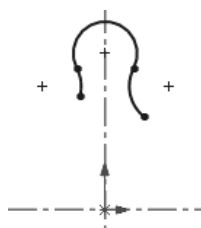

图 10.3 绘制圆弧
Step 2 绘制圆弧。选择下拉菜单 **工具(T)** → **草图绘制实体(K)** → **三点圆弧(3)** 命令，在图形区绘制图 10.3 所示的圆弧。